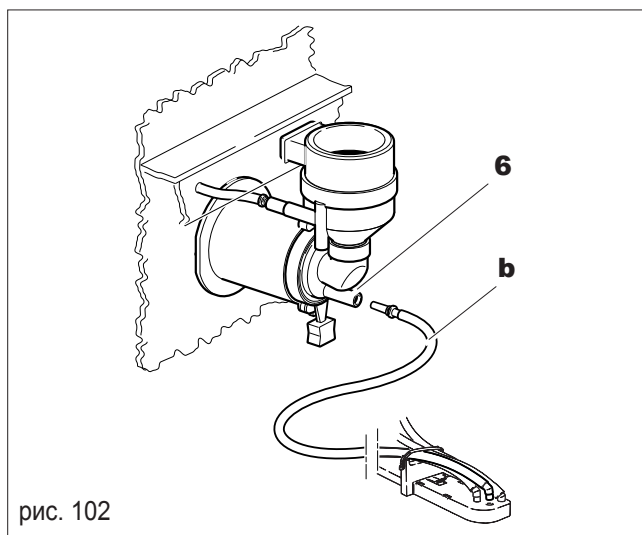

рис. 102
- Подсоедините трубку выдачи (b) к носику миксера диспенсера (6, рис. 102);